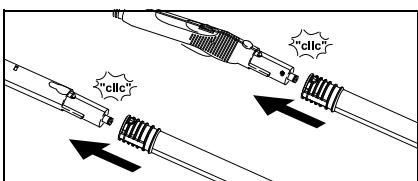

Fig. 7
- Brug forlængerrøret (G1) om nødvendigt. Sæt et eller begge forlængerrør på damppistolen (C1) (se fig. 7) Sæt det nødvendige tilbehør (D1, E1,F1,H1) på forlængerrørets frie ende.